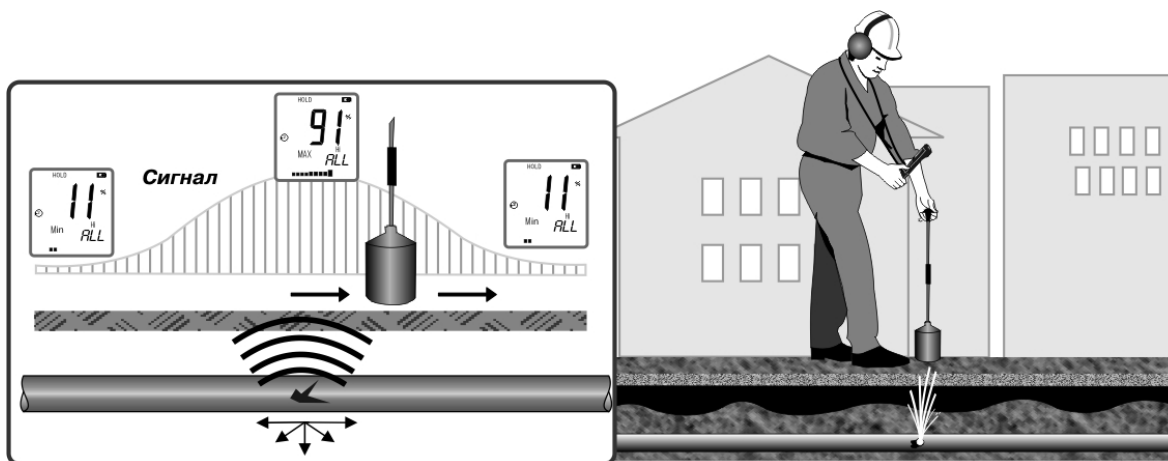
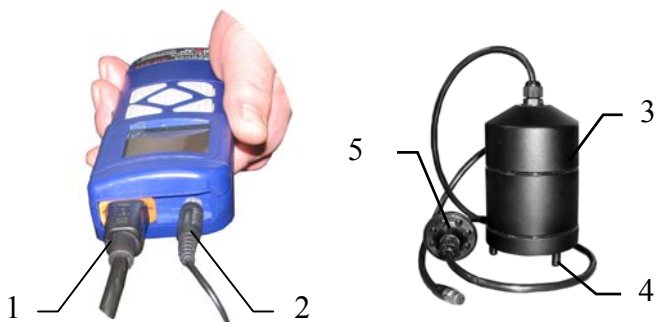

Рис. 4
Рис. 5
При работе на твердом грунте, асфальтовом или бетонном покрытии ножки акустического датчика (поз. 4 рис.5) можно выкрутить. При работе на мягком грунте, песке для улучшения контакта датчика с поверхностью следует дополнительно воспользоваться центральным штырем из комплекта поставки. Для этого нужно ввернуть штырь в центральное гнездо на нижней поверхности датчика.
Желательно не допускать касания боковой поверхности акустического датчика поз.3 рис.5 веток, листьев, травы, это может создать дополнительные акустические помехи при работе прибора.
Для перестановки датчика по исследуемой поверхности предусмотрена передвижная ручка поз.5 рис.5, высоту установки которой следует отрегулировать под рост оператора.
1) Подключить к разъемам приемника АП-015 акустический датчик поз. 1 рис.4 и головные телефоны поз. 2 рис.5.